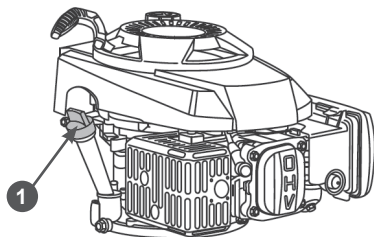

Рис. 9 Крышка-щуп маслозаливной горловины
2. Открутите крышку-щуп 1 маслозаливной горловины и извлеките щуп (Рис. 9).
- Открутите крышку-щуп 1 маслозаливной горловины и извлеките щуп (Рис. 9).